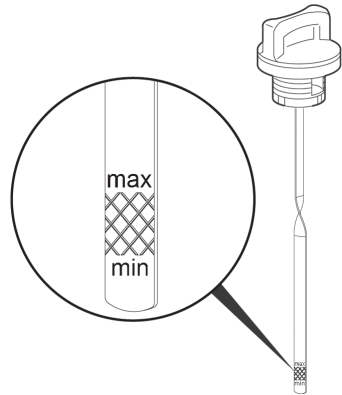

Рис. 10 Уровень масла в картере двигателя
- Аккуратно вытащите щуп и осмотрите его. Уровень масла должен соответствовать верхней отметке «max» на щупе (Рис. 10).
4. Аккуратно извлеките щуп и осмотрите его. Уровень масла должен соответствовать верхней отметке на щупе. При недостаточном уровне масла в картере необходимо долить чистое масло до верхней отметки «max» на щупе (Рис. 10).